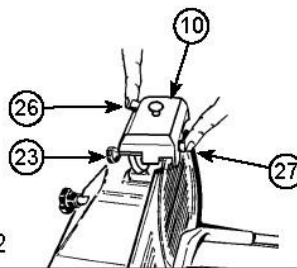
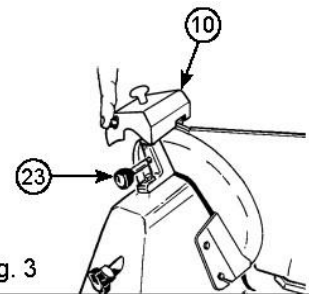

Fig. 2
Fig. 3
- Senken Sie die Schärfer-Gruppe (10), bis sie eingerastet ist. Sichern Sie die Gruppe, indem Sie den Verriegelungsknopf (23)drehen. Siehe Abbildung 2.
- Drücken Sie auf den Knopf (26), und lassen Sie die Klinge 1 Minute lang drehen. Wenn die Klinge still steht, überprüfen Sie, ob sich ein Grat am Rand geformt hat.
- Nachdem sich die Präsenz des Grats bestätigt hat, machen Sie den Schalter (5) an und drücken Sie sanft auf die Taste (27) für ungefähr 3 Sekunden, um den während des Schleifvorgangs entstandenen Grat zu entfernen. Drehen Sie den Drehknopf (6) zurück in die "0" Position.
- Nach dem Schleifen, ziehen Sie die Schärfer-Gruppe (10) zurück in die Ausgangsposition, siehe Abbildung 3. und reinigen Sie den Rand der Klinge und die Räder mit Alkohol.